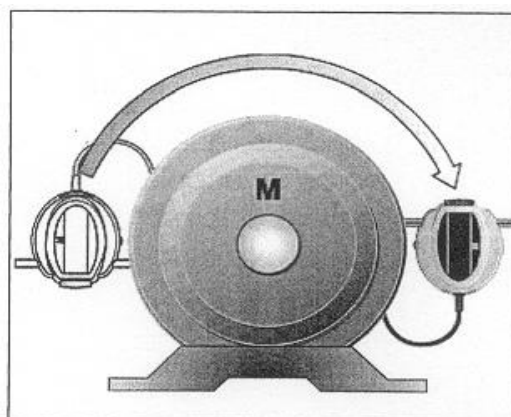

Fig. 19 Rodar para a posição de 3 horas
c) Siga o símbolo do círculo no visor e rode as unidades de medição para a posição de 3 horas (fig. 19).